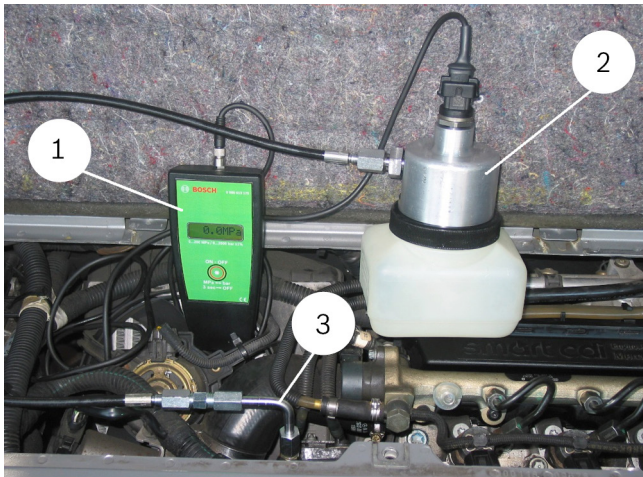

Abb. 13: Aansluitvoorbeeld op Common Rail hogedrukpomp CP 1
4. 60 MPa-slangleiding (afb. 13, pos. 3) met bijbehorende aansluitadapter, beugel, moer en drukring (links schroefdraad) op de hogedrukpomp aansluiten.
5. De slangleiding op de druksensormodule (afb. 13, pos. 2) aansluiten.
7. Verbindingsleiding op het digitale drukindicatie-apparaat (afb. 13, pos. 1) en raildruksensor van de druksensormodule (afb. 13, pos. 2) aansluiten.